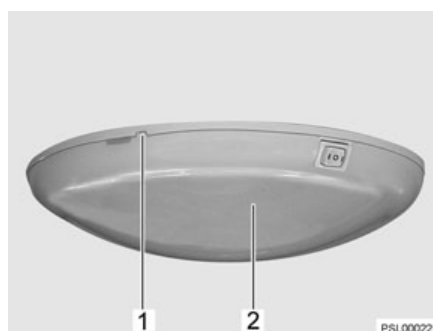

Fig. 272 Plafonnier
- Soulever prudemment le couvercle (Fig. 272,2) avec un outil approprié (p. ex. tournevis) au niveau de l'encoche (Fig. 272,1) et le retirer.